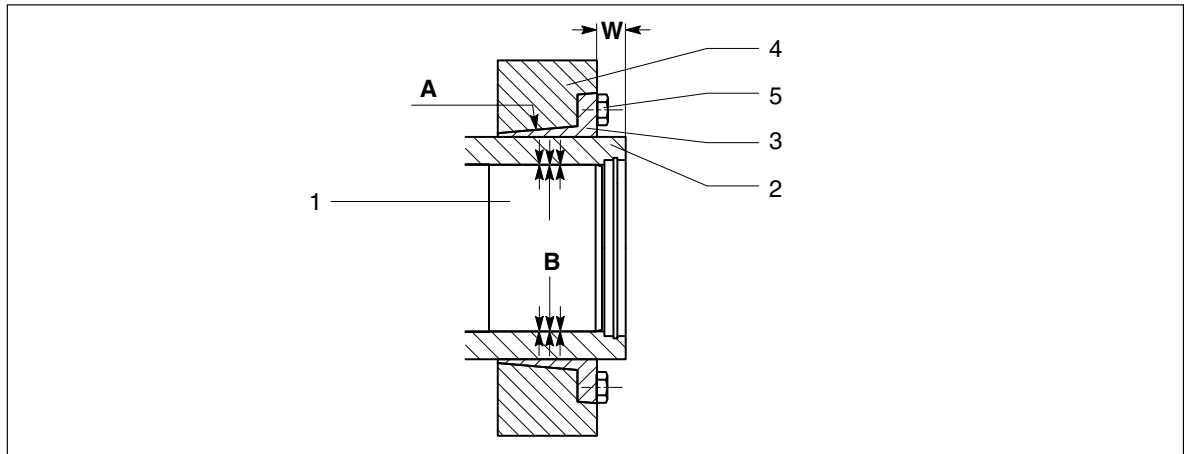

Bild 13: Montage der Schrumpfscheibe
Die Kegelflächen von Innen- und Außenring (3 und 4, siehe Bild 13) müssen fettfrei und ölfrei sein.
- Die Kegelflächen von Innen- und Außenring (3 und 4, siehe Bild 13) dünn und gleichmäßig mit Schmiermittel bestreichen.
- Die Spannschrauben (5, siehe Bild 13) an der Auflagefläche und am Gewinde mit Schmiermittel versehen.